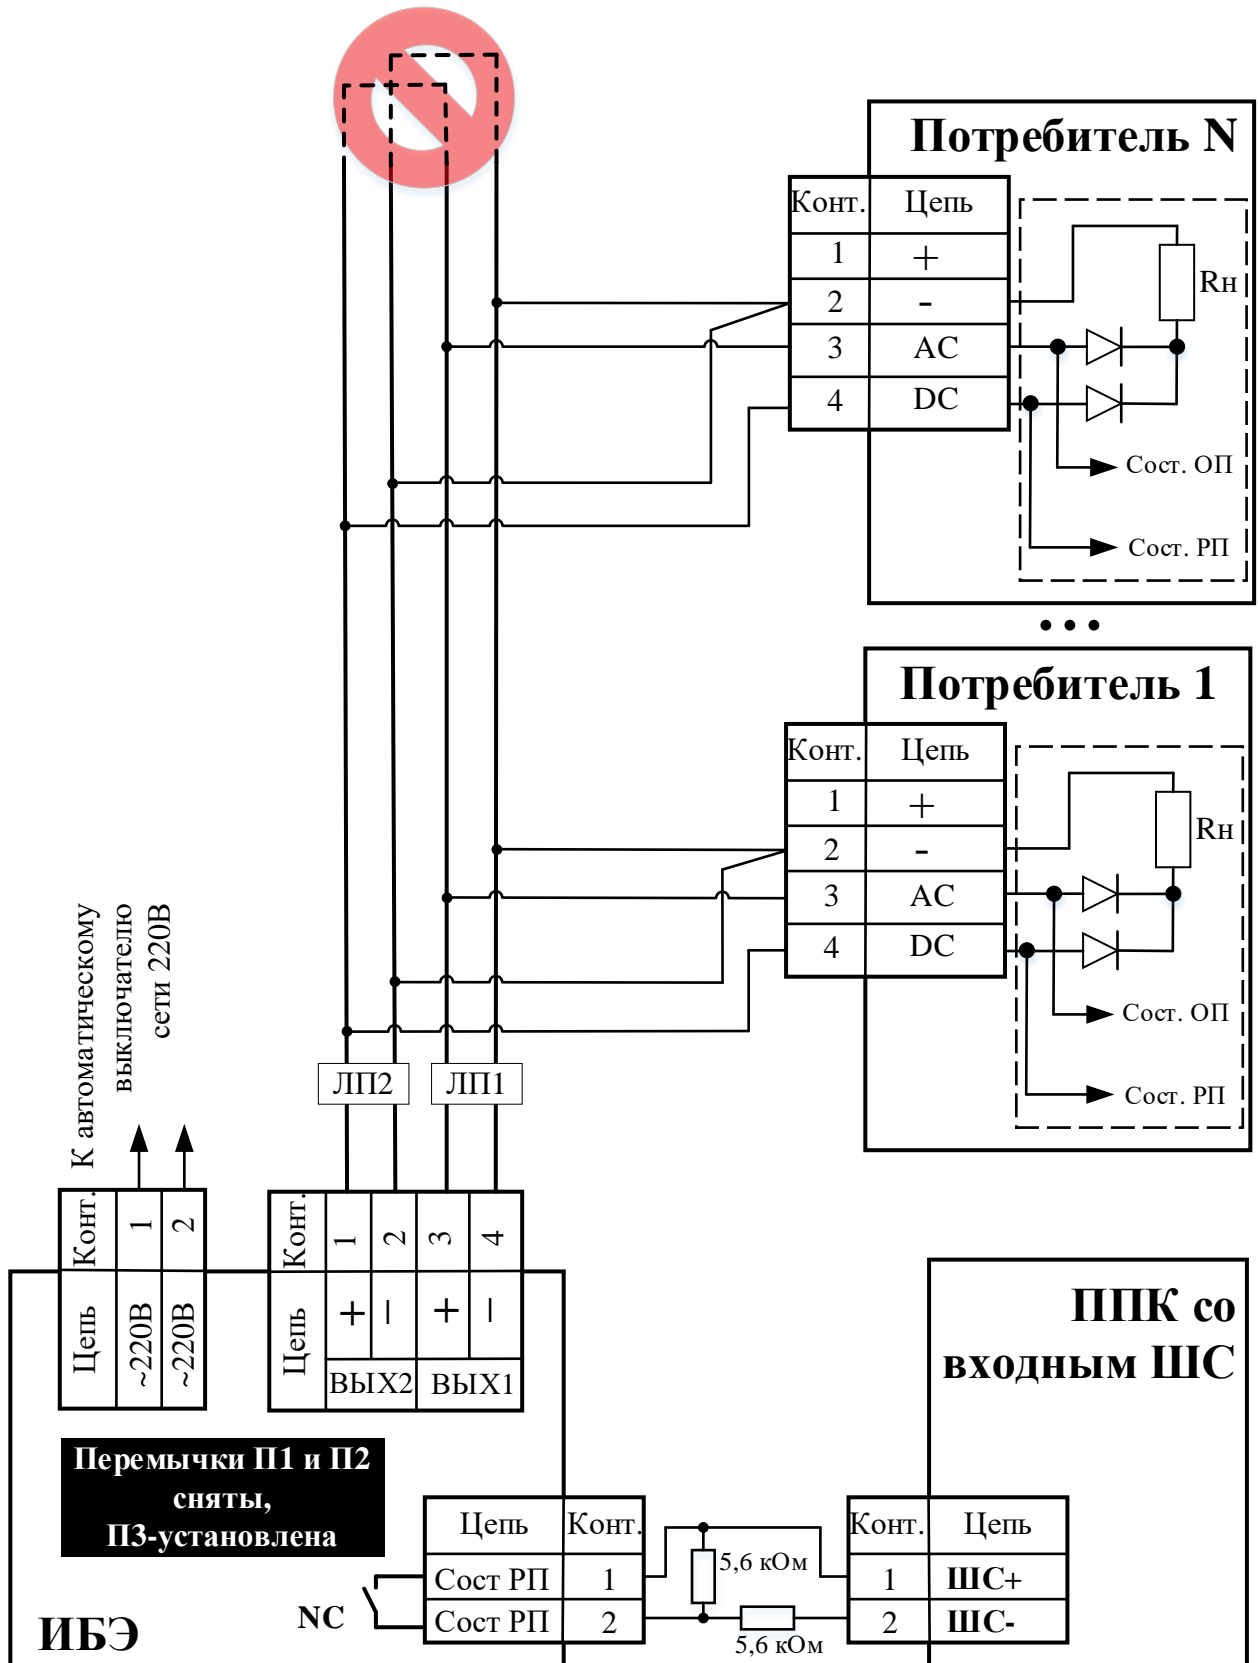
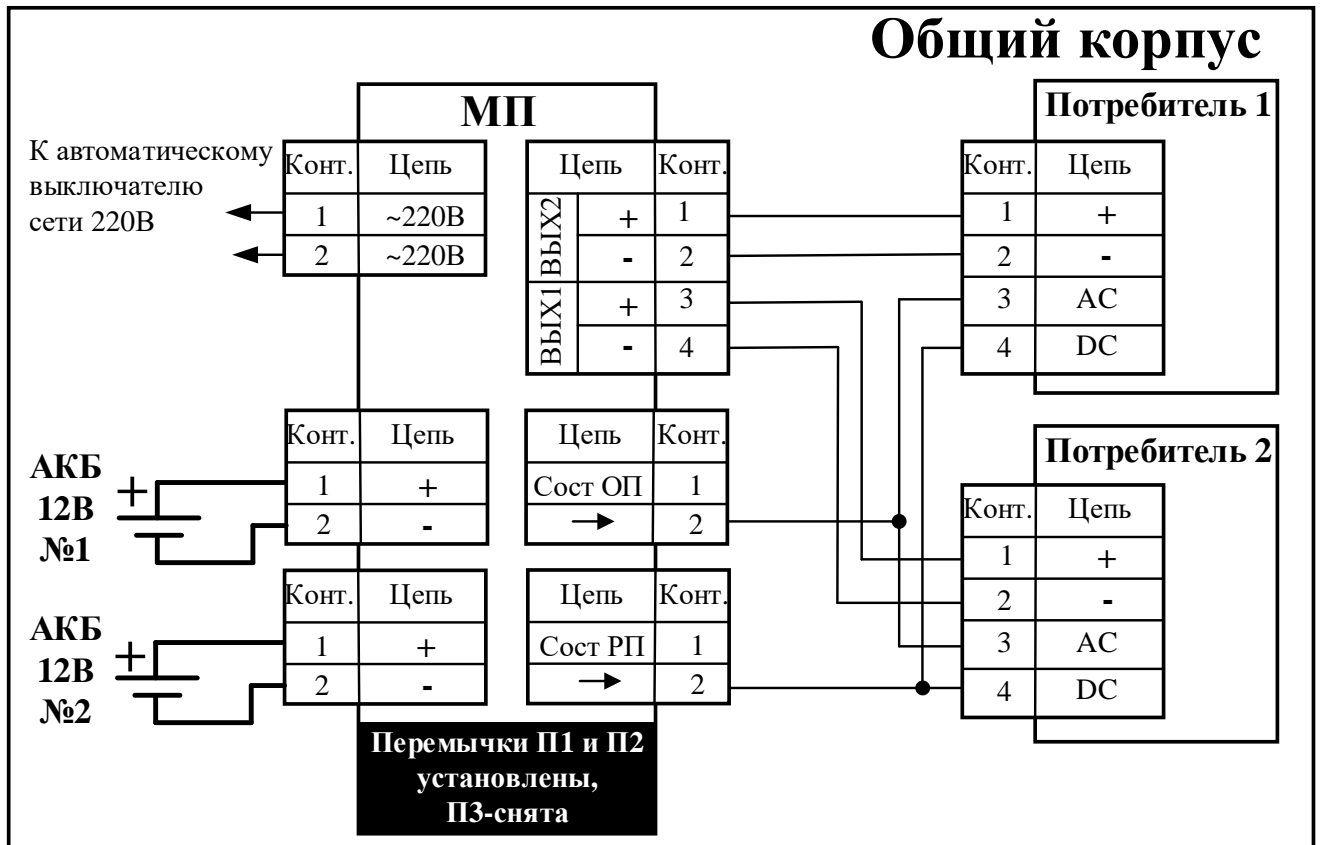

Рисунок 6
Рисунок 9
10. Подключите нагрузку установкой клеммных колодок "+ВЫХ1-", "+ВЫХ2-" согласно схемам подключения (см. Рисунок 6 - Рисунок 9).
11. Схема подключений при удаленном размещении потребителей и с резервированием по двум линиям питания от одного ИБЭ представлена на Рисунок 6. Запрещается соединять ЛП1 и ЛП2 между собой. Обрыв или КЗ по ЛП1 или ЛП2 интерпретируется как потеря ОП или РП соответственно.
14. Схема подключений при размещении потребителей производства «Аргус-Спектр» внутри одного корпуса ИБЭ представлена на Рисунок 9. Неиспользуемые цепи оставить неподключенными.